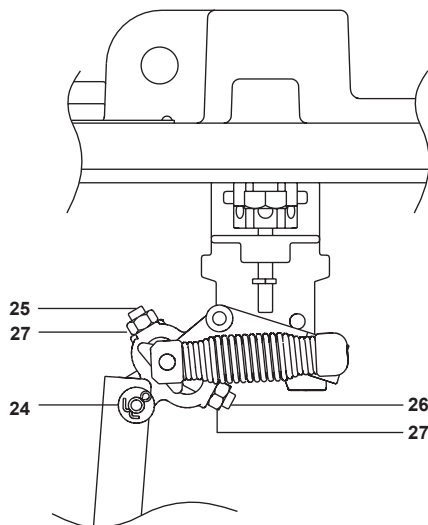

Fig. 12
Nota: Os parafusos de ajuste (Fig. 12, itens 25, 26) são ajustados na fábrica e não devem ser perturbados durante os procedimentos de manutenção seguintes.
- a. Retirar o veio (ref. **24**, fig. 12) da extremidade do mecanismo da haste de ligação e rodar o flutuador e a haste de ligação para o lado oposto do pilar.